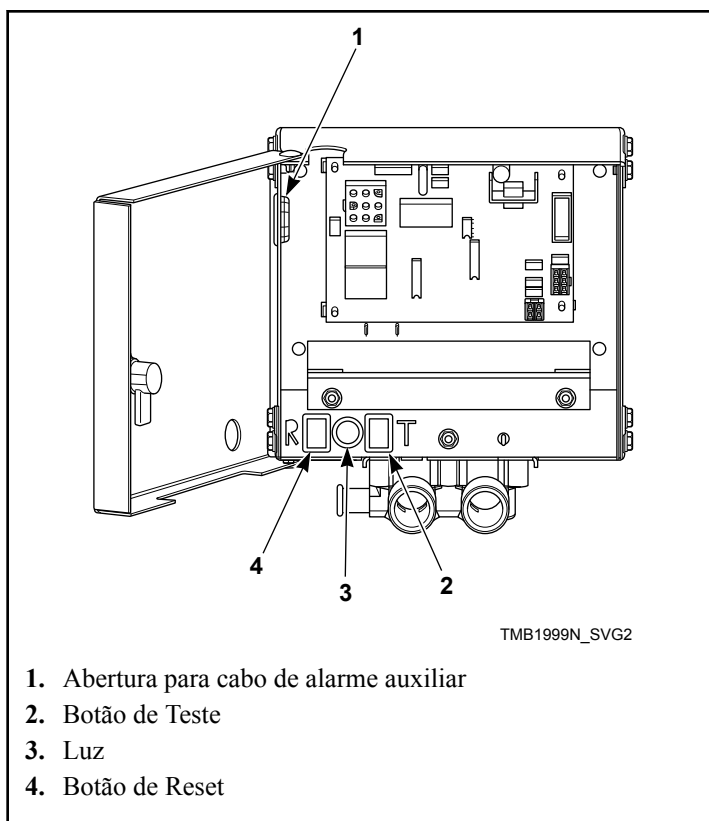
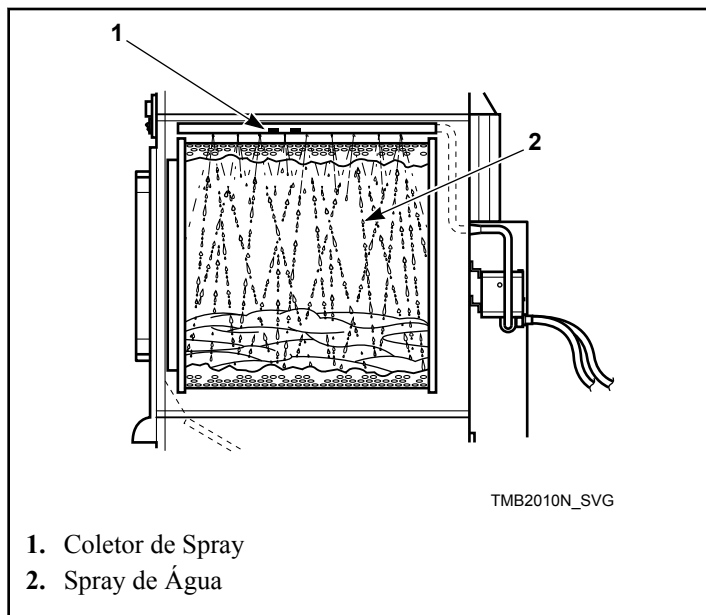

Figura 67
Figura 68
6. Aperte e segure o botão de teste, verifique se a luz está acesa; isso deve levar aproximadamente cinco segundos. Consulte *Figura 67*. Após uma pausa de um segundo, a água deve começar a ser borrifada no cilindro.
7. Após 15 segundos de spray de água, aperte e segure o botão de reset até o spray de água desligar e a luz apagar. Isso deve levar aproximadamente um segundo. Consulte a *Figura 67* e *Figura 68*.